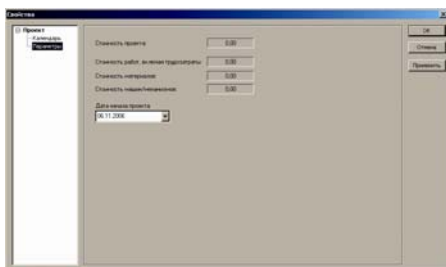

Рис. 2.7 Окно «Свойства», узел «Параметры».
В результате данных действий будет открыто многофункциональное окно «*СВОЙСТВА*» (рис.2.7).
- ❑ Общие настройки проекта отображаются на листе «Параметры» (рис. 2.7) узла «Проект», в их состав входят: